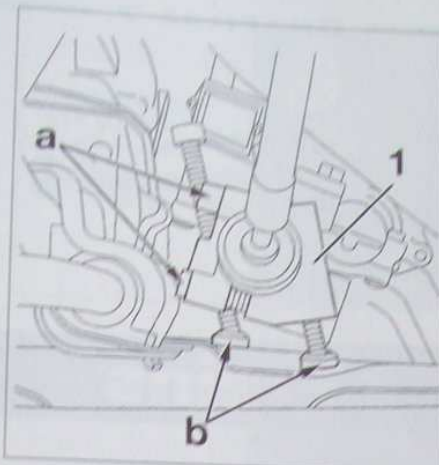

FIG. 5
5. Bloquer la biellette gauche sur la crémaillère à l'aide de l'outil (1) référencé 0721.B en serrant en Fig.5.